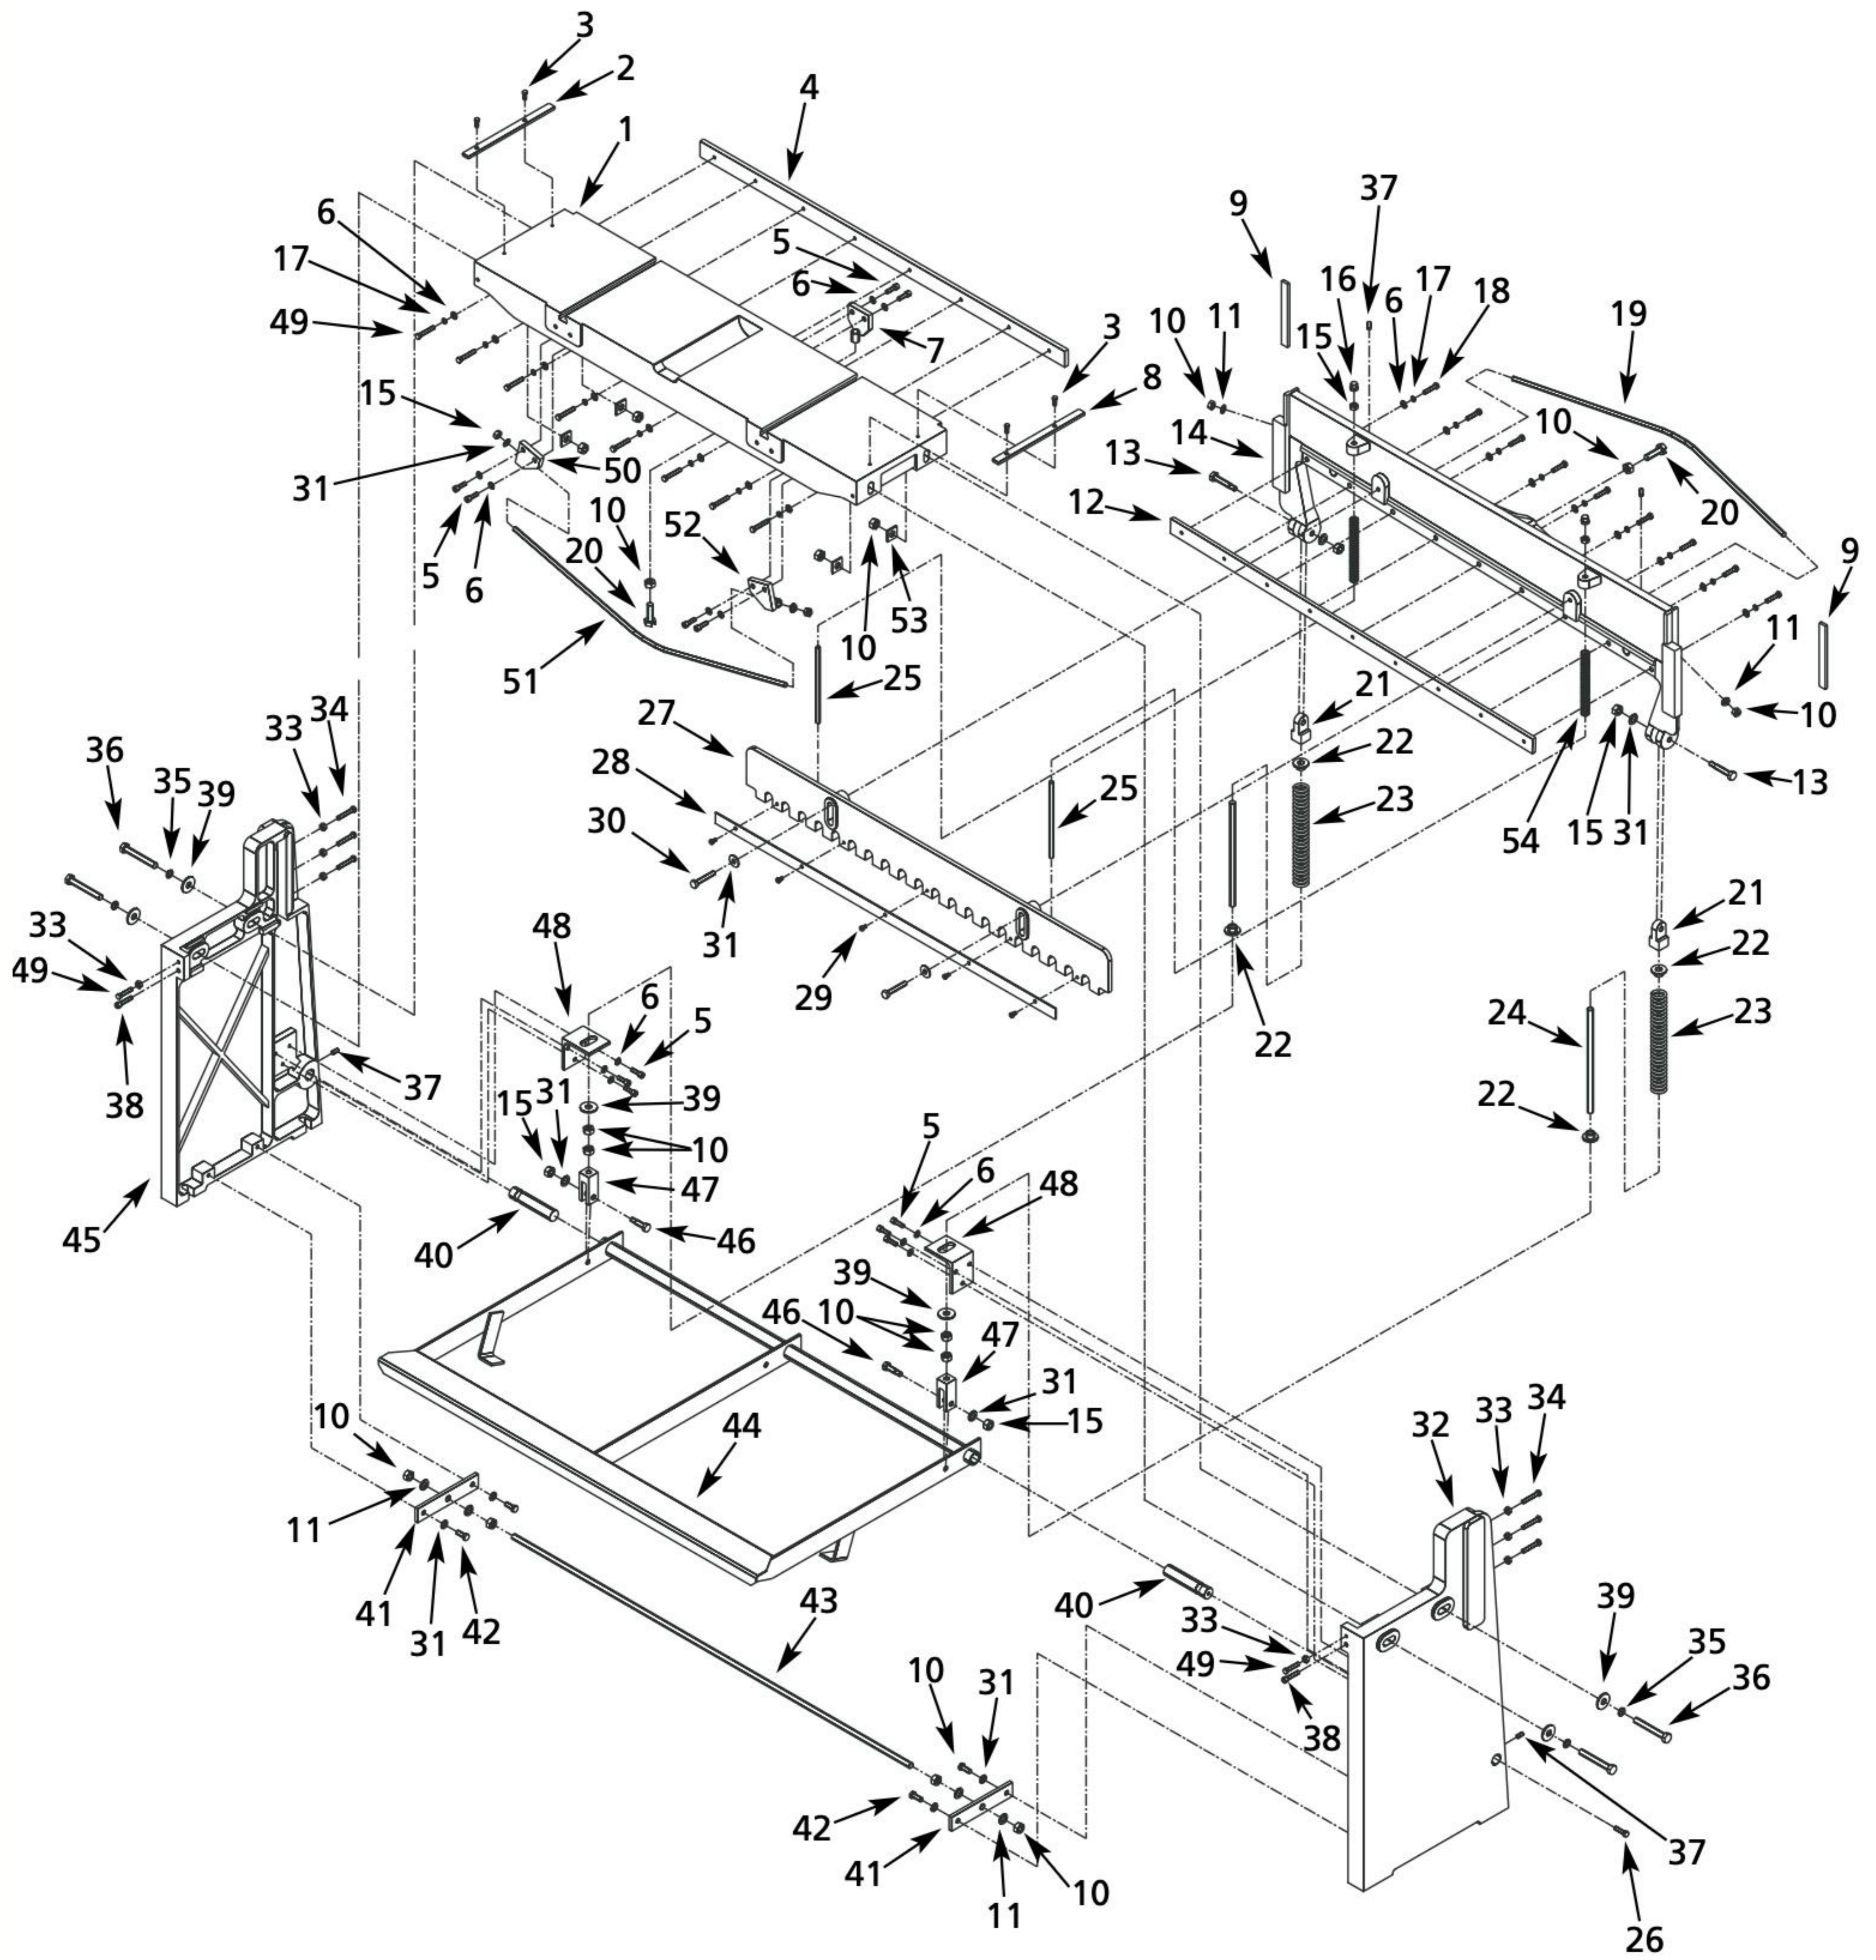

Рисунок 2
1. Ослабьте установочный винт (Рис. 2, Поз. 37), расположенный в задней нижней части опор (Рис. 2, Поз. 32 и 45). Вытяните штифты (Рис. 2, Поз. 40) из опор.
2. Установите узел педали (Рис. 2, Поз. 44) так, чтобы он был совмещен с отверстиями в опорах. Вставьте штифты через опоры в узел педали и затяните установочные винты.
3. Ослабьте и снимите болты, гайки и шайбы (Рис. 2, Поз. 15, 31 и 46) с нижних поворотных узлов (Рис. 2, Поз. 47).
1. Ослабьте установочные винты (Рис. 2, Поз. 37), расположенные на задней части режущей головки (Рис. 2, Поз. 14).
5. Ослабьте рукоятки (Рис. 3, Поз. 8) на регулировочных блоках и кронштейнах заднего упора (Рис. 3, Поз. 3 и 6). Сдвиньте задний упор вперед, пока он не коснется лезвия (Рис. 2, Поз. 4). Отрегулируйте стержни заднего упора вперед или назад так, чтобы указатель на регулировочном блоке заднего упора совпал с нулевой отметкой на стержне заднего упора. Зафиксируйте стержни в положении, затянув установочные винты (Рис. 2, Поз. 37).
1. Ослабьте болты (Рис. 3, Поз. 17) на передней части стола (Рис. 2, Поз. 1).
- a. Нажмите на узел педали (Рис. 2, Поз. 44), чтобы режущая головка (Рис. 2, Поз. 14) опустилась, и верхнее и нижнее лезвия (Рис. 2, Поз. 4 и 12) сошлись.
- c. Если зазор неправильный, ослабьте болты стола (Рис. 2, Поз. 36) и гайки (Рис. 2, Поз. 33). Используйте болты с шестигранной головкой (Рис. 2, Поз. 49) для перемещения стола внутрь, чтобы уменьшить зазор, и болты с внутренним шестигранником (Рис. 2, Поз. 38) для перемещения стола наружу, чтобы увеличить зазор. После достижения правильного зазора затяните гайки и болты стола. Перепроверьте зазор, чтобы убедиться, что он не изменился.
- d. Если необходимо отрегулировать зазор в центре лезвий, затяните или ослабьте гайку (Рис. 2, Поз. 10).
2. Поместите заготовку на стол, прижав к правому угловому упору (Рис. 2, Поз. 8), и расположите ее в месте желаемого реза. Встаньте на педаль и нажмите с достаточной силой, чтобы лезвия прорезали заготовку.
3. Если резка заготовки затруднена, можно отрегулировать угол режущей головки. Увеличение угла между верхним и нижним лезвиями снижает усилие на педали. Верхнее лезвие должно быть наклонено так, чтобы его правый конец первым соприкасался с заготовкой. Снимите болт с шестигранной головкой (Рис. 2, Поз. 46) с узла педали и нижнего поворотного узла (Рис. 2, Поз. 47). Ослабьте гайки (Рис. 2, Поз. 10), отрегулируйте положение нижнего поворотного узла вверх или вниз, а затем соберите обратно.
## **ТЕХНИЧЕСКОЕ ОБСЛУЖИВАНИЕ (См. Рисунок 2).**
2. Недостаточное прижимное усилие	2. Ослабьте болты (Рис. 2, Поз. 30). Переместите прижим ближе к столу. Затяните болты